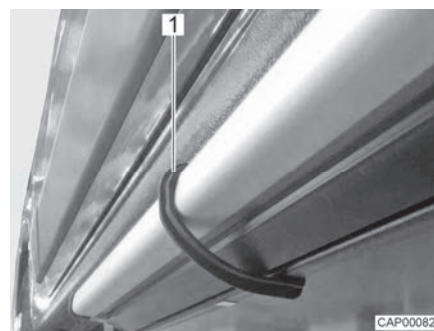

Bild 9 Klämma (fotsteg)
- Säkre fotsteget mot utglidning med klämman (Bild 9,1).